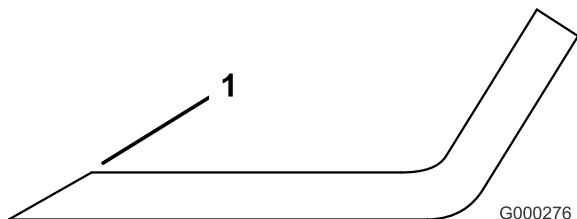

Figure 79
1. Au moyen d'une lime, aiguissez les tranchants aux deux extrémités de la lame (Figure 79).